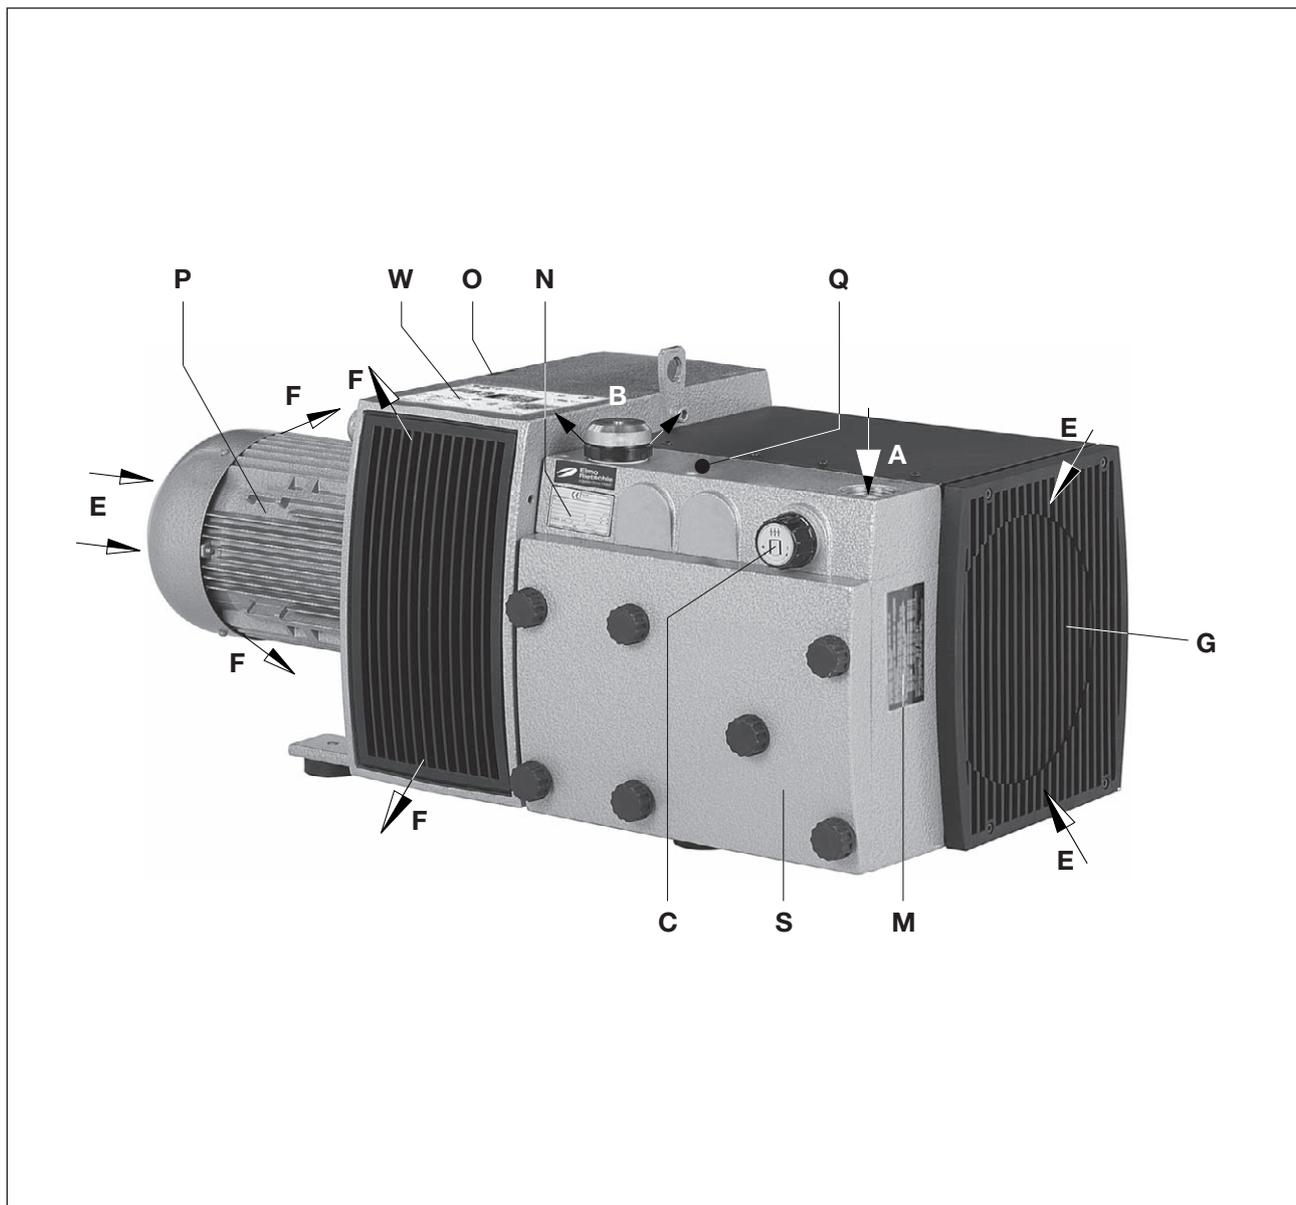

Fig. 2 Pompe à vide V-VTR 100 / V-VTR 140
Un moteur bridé, courant triphasé, entraîne la machine par l'intermédiaire d'un accouplement. La valve de réglage du vide (fig. 2/C) permet le réglage du vide sur les valeurs (plafonnées) désirées.
Le carter du filtre (fig. 2/S) doit rester facilement accessible.
Les entrées (fig. 2/E) et sorties (fig. 2/F) d'air de refroidissement doivent être espacées des parois avoisinantes d'au moins 30 cm. L'air de refroidissement refoulé ne doit pas être réaspiré. Pour faciliter la maintenance, il convient de prévoir un dégagement d'au moins 40 cm devant le carter du filtre (fig. 2/S) et la grille d'aspiration (fig. 2/G).
- a) Raccord du vide à (fig. 2/A).
Le réglage du taux de vide s'effectue en tournant le bouton de réglage (fig. 2/C) dans le sens indiqué par le symbole placé sur le bouton même.
- a) Les données électriques du moteur sont indiquées sur la plaque signalétique de l'appareil (fig. 2/N) ou sur celle du moteur. Les moteurs sont conformes à la norme DIN EN 60034 et ils sont exécutés dans la classe de protection IP 55 et la classe d'isolation F. Le schéma de raccordement se trouve dans la boîte à bornes du moteur (ceci ne concerne pas les exécutions avec prise). Vérifier que les données électriques du moteur sont bien compatibles avec le réseau (type de courant, tension, fréquence, intensité admissible).
En fonctionnement normal, les températures de surface pour les éléments (fig. 2/Q) peuvent dépasser les 70°C.
- ▷ Le sens de rotation préconisé de l'arbre d'entraînement est indiqué par la flèche d'indication du sens de rotation (fig 2/O) située sur la bride du moteur.